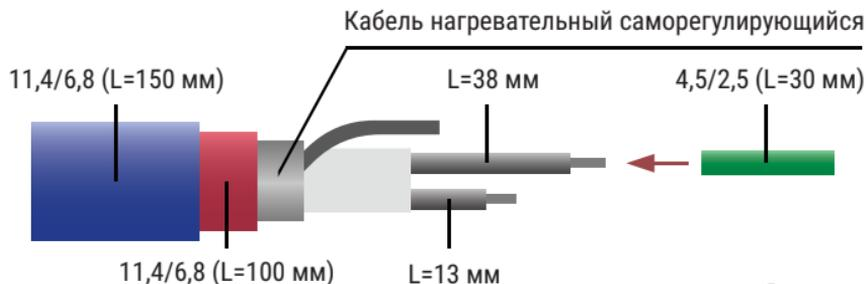

Рисунок 6
3.7. На кабель последовательно надвинуть следующие термоусадочные трубки (Рисунок 6):